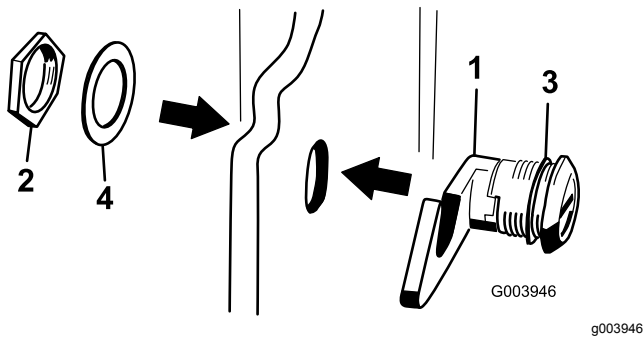

图17
3. 从机罩门锁组件上拆下螺母 图17。
4. 在机罩外部将门锁的机罩端穿过机罩的孔。确保橡胶密封垫圈保持在机罩的外侧图17。